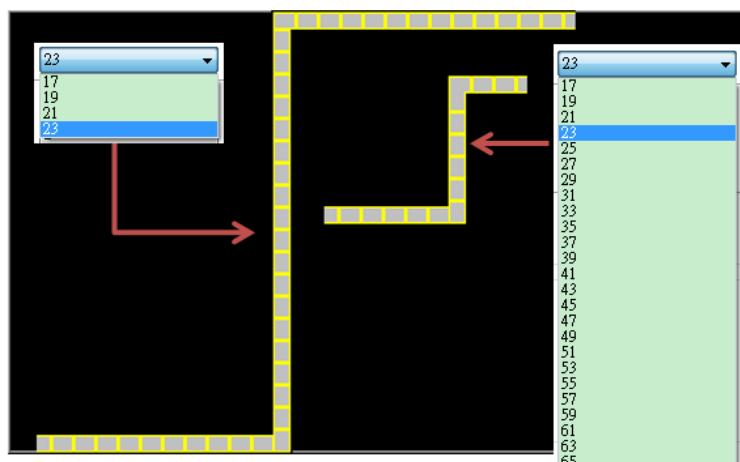

图 34.1
- 绘制流动块元件时，为避免转折处重叠面积过大，在转折处会有最小的规划量。如图 34.1 的十字下方的图形。图 34.2 的每一线段皆为使用最小规划量绘制出的图形。